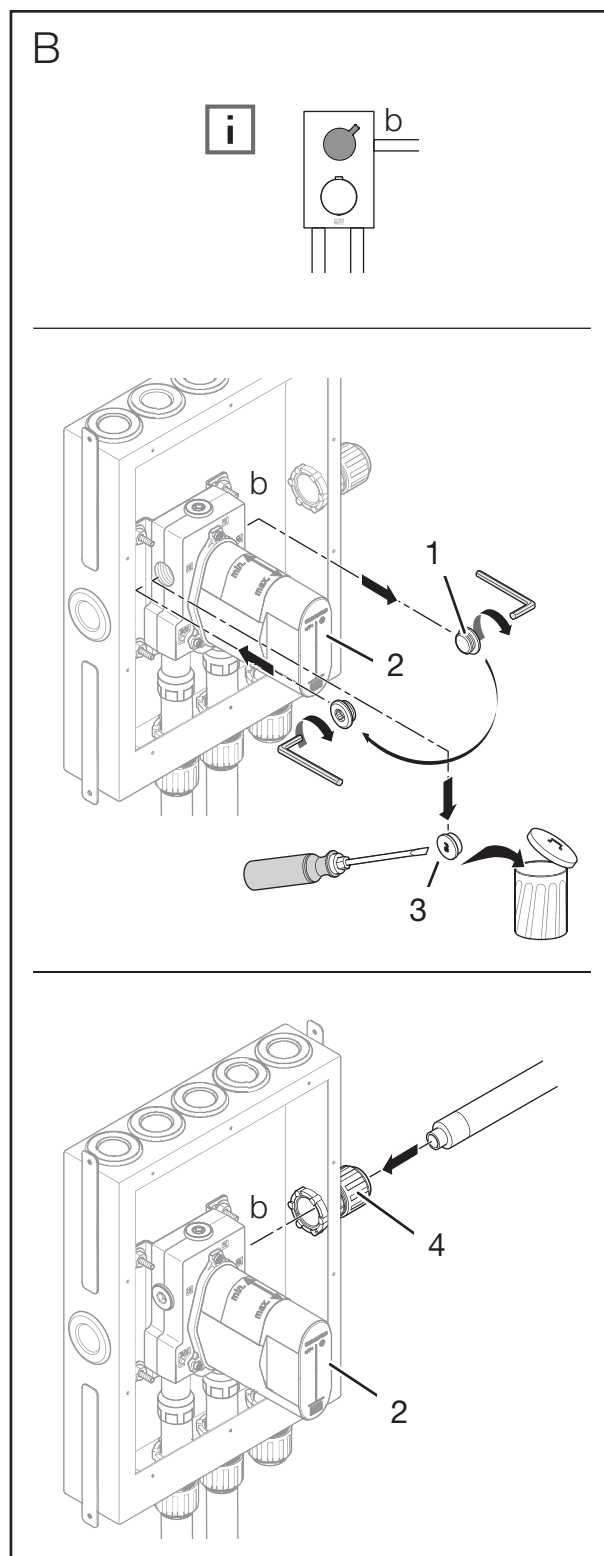

Fig. 9: Installation av takduschhuvud, duschset eller handduschset på höger sida
1. Ta bort den vita tätningspluggen (fig. 9/3) från den vänstra anslutningen på produkten (fig. 9/2).
2. Lossa mässingspluggen (fig. 9/1) på produktens högra sida (fig. 9/2) med hjälp av en 10 mm insexnyckel.
3. Ta bort mässingspluggen (fig. 9/1) från produktens högra sida (fig. 9/2).
4. Skruva fast mässingspluggen (fig. 9/1) i anslutningen på produktens vänstra sida (fig. 9/2) med hjälp av en 10 mm insexnyckel.
5. Dra media- och skyddsroret genom skruvkopplingen på inbyggnadslådan (fig. 9/4).
6. Anslut mediaröret för duschutloppet till anslutningen på produkten (fig. 9/2) enligt rör- och kopplingstillverkarens anvisningar.
7. Dra åt skruvkopplingen på skyddsroresgenomföringen på inbyggnadslådan (fig. 9/4) enligt Joramarks monteringsanvisning.